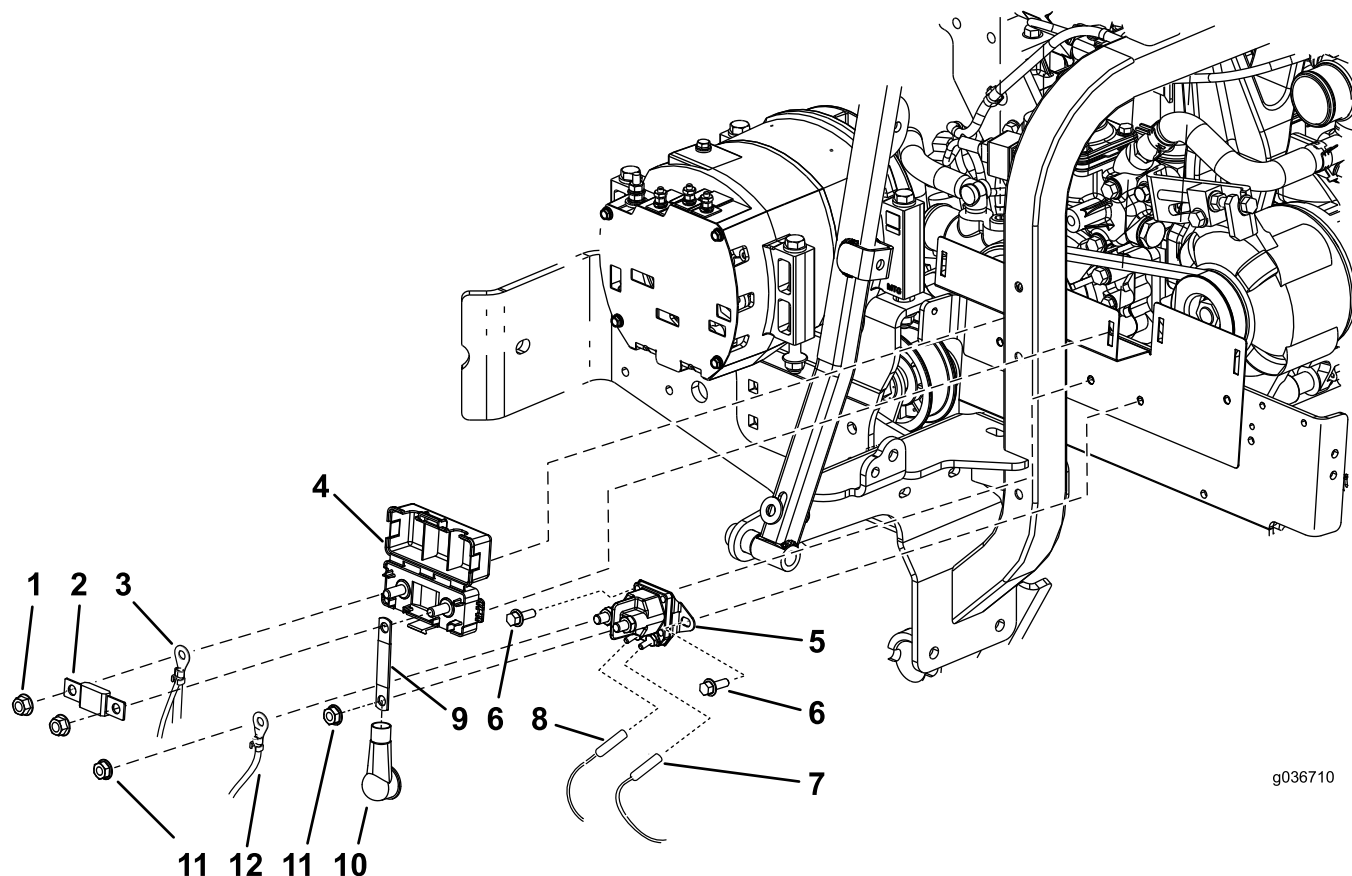
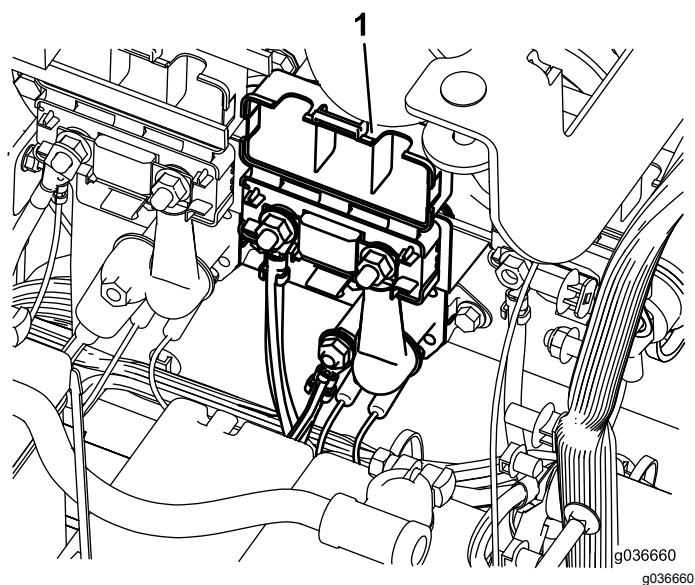

Рисунок 5
Рисунок 6
4. Установите красный изолятор на плоскую перемычку (Рисунок 5).
5. Установите плоскую перемычку на правый контактный штырь держателя предохранителя (Рисунок 5).
6. Установите разъем с двумя красными проводами на левый контактный штырь держателя предохранителя (Рисунок 5).
9. Наденьте красный изолятор на плоскую перемычку (Рисунок 5 и Рисунок 6).
10. Установите круглый разъем с желтым проводом на левый контактный штырь электромагнита при помощи фланцевой гайки (5/16 дюйма), как показано на Рисунок 5.
11. Установите разъем с розовым проводом ("+" катушки, замыкатель кабины) на левый контактный штырь в нижней части электромагнита (Рисунок 5).
12. Установите разъем с черным проводом ("-" катушки, замыкатель кабины) на правый контактный штырь в нижней части электромагнита (Рисунок 5).